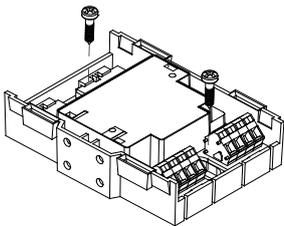

Рис. 2
- непосредственно в шкафу или контрольной панели на ровной поверхности (Рис.2).
2. Закрепите модуль двумя винтами (М4) (Рис.2) Расстояние между отверстиями для установки: 63.5 ± 1.0 мм.